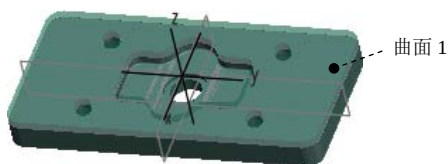

图 19.3.19 创建的坐标系
Step6. 机床坐标系设置。在“设置：操作”操控板单击按钮，在弹出的菜单中选择命令，系统弹出“坐标系”对话框。按住 Ctrl 键依次选择 NC_ASM_FRONT、NC_ASM_RIGHT 基准面和图 19.3.19 所示的模型表面作为创建坐标系的三个参照平面，最后单击按钮完成坐标系的创建。单击按钮，此时系统自动选择了新创建的坐标系作为加工坐标系。